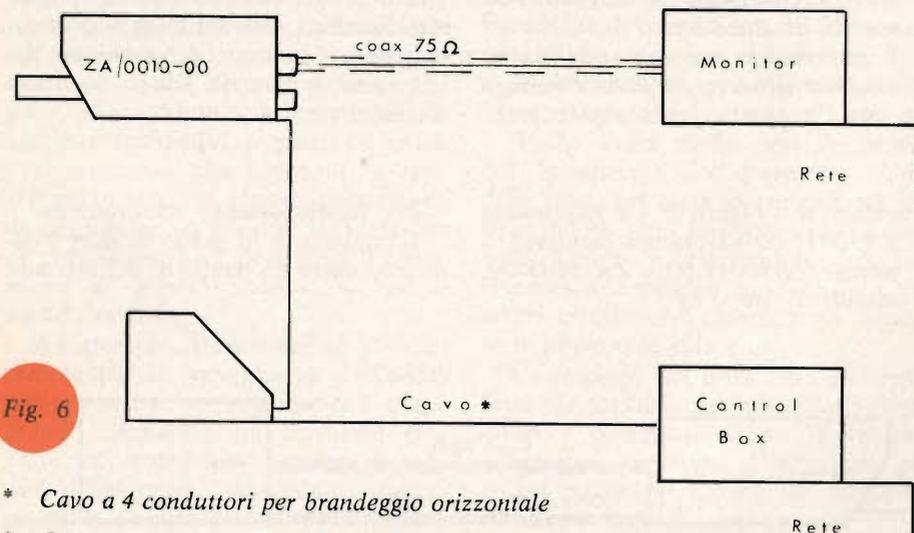

Fig. 6
**Impianti con telecamera brandeggiata (fig. 6).**